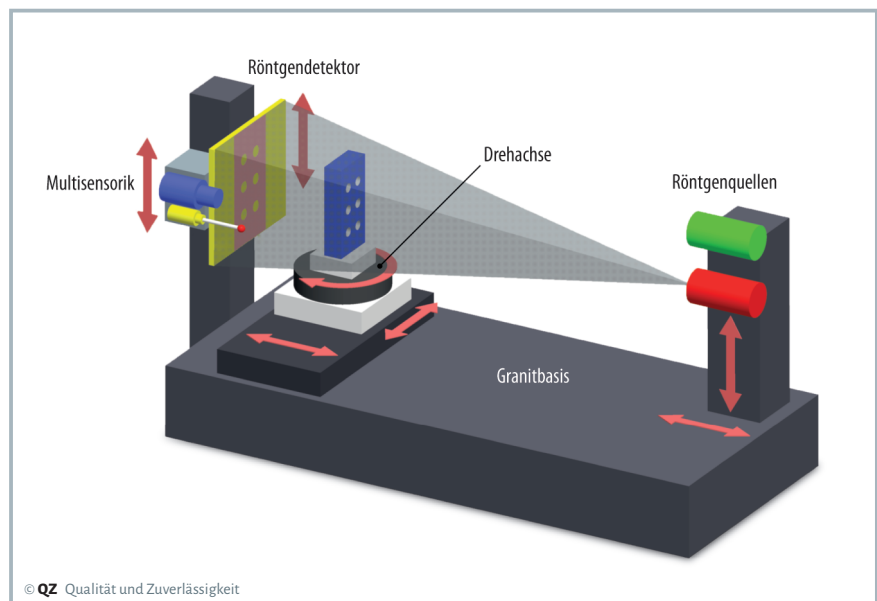

Bild 1. Aufbau eines Koordinatenmessgeräts mit Computertomografie-Sensor (Quelle: Werth Messtechnik)
BEI KOORDINATENMESSGERÄTEN mit Computertomografie (CT)-Sensorik wird das Werkstück zwischen Röntgenquelle und Detektor positioniert (Bild 1). Das Drehen des Werkstücks ermöglicht die Aufnahme von 2D-Durchstrahlungsbildern aus unterschiedlichen Richtungen. Dabei wird die Röntgenstrahlung abhängig von Material und Durchstrahlungslänge abgeschwächt. Aus den Durchstrahlungsbildern wird mithilfe mathematischer Verfahren ein 3D-Modell des Werkstücks rekonstruiert. Dieses ist aus dreidimensionalen Voxeln (Volumen-Pixeln) zusammengesetzt und wird daher auch als Voxelvolumen bezeichnet.
Entscheidenden Einfluss auf die Strukturauflösung haben der Detektor und die Röntgenquelle. Die Größe des Detektors begrenzt die Größe des Messbereichs bei „Im Bild“-Messungen, da sich das Werkstück komplett im Kegelstrahl zwischen Brennfleck der Röntgenquelle und Detektor befinden muss (Bild 1). Durch die Pixelgröße und -anzahl (Auflösung) des Detektors ergibt sich, wie fein das Werkstück oder der jeweils erfasste Werkstückbereich durch das 3D-Voxelraster aufgelöst wird.